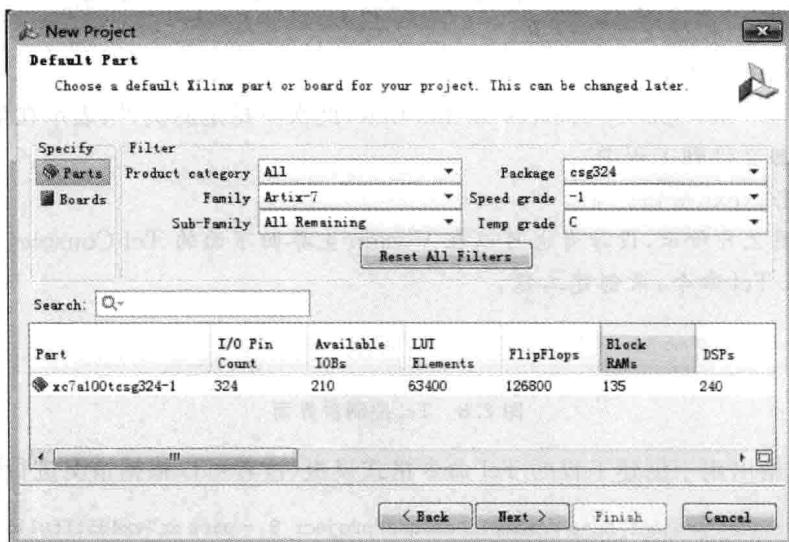

图 2.9 器件类型选择界面
(8) 如图 2.9 所示, 出现 New Project-Default Part(新工程-默认器件)对话框界面。
为了加快寻找器件的速度, 如图 2.9 所示, 选择下面的参数: